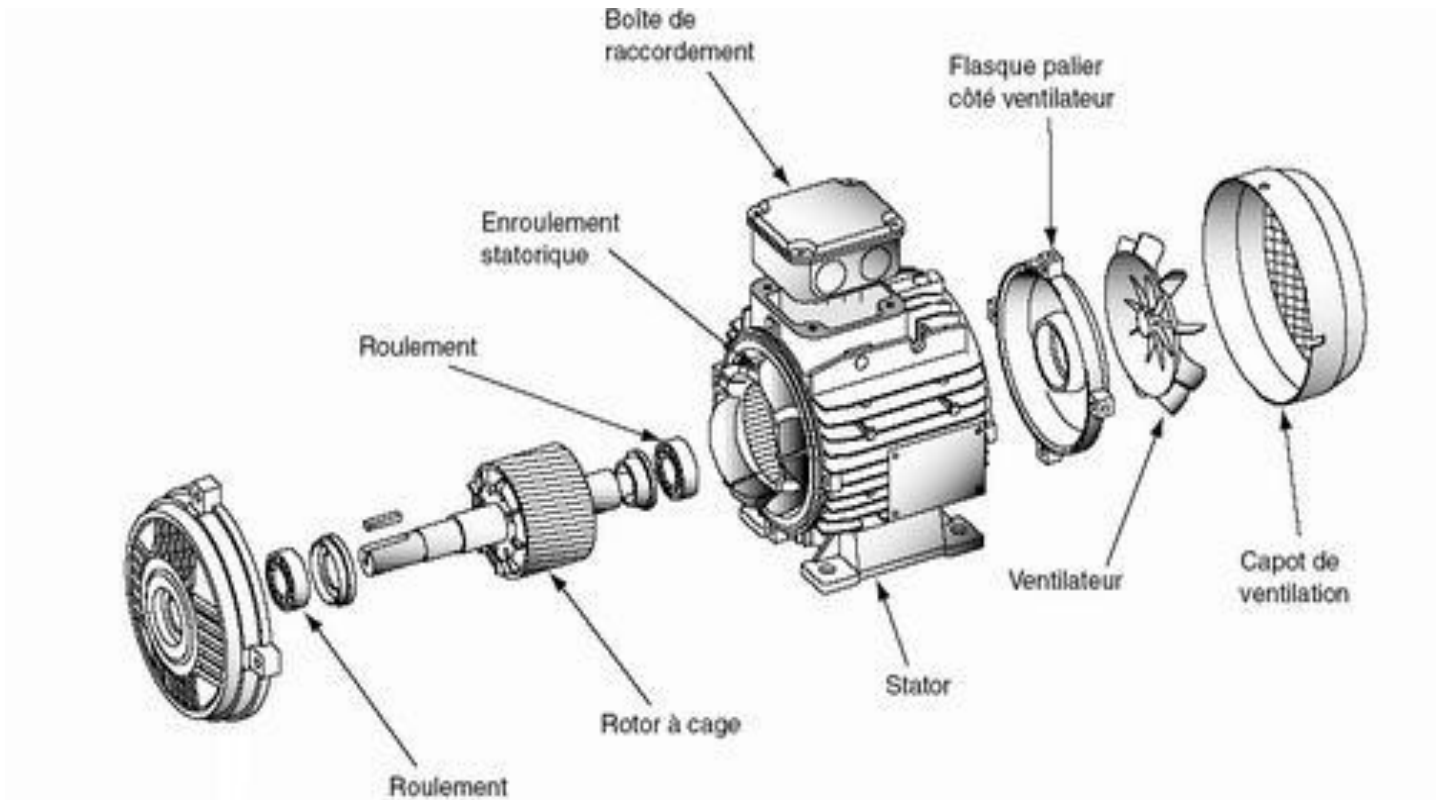

Figure 5: Composition du moteur asynchrone
- dans l'un des barreaux de la cage d'écureuil (figure 5) constituant le rotor du moteur.
Sur la boîte de raccordement (figure 5) on peut coupler le moteur en étoile ou en triangle selon les figures suivantes :